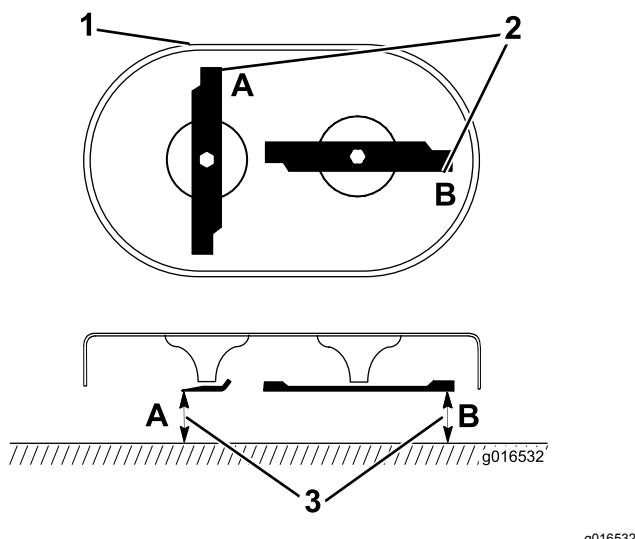

Рисунок 39
1. Поверните ножи в положение, показанное на рис. Рисунок 39.
2. Измерения производите от ровной поверхности до режущих кромок в местах **А** и **В** (Рисунок 39) и запишите оба результата измерения.
3. Поверните ножи так, чтобы их противоположные концы находились в позициях **А** и **В** (Рисунок 39).